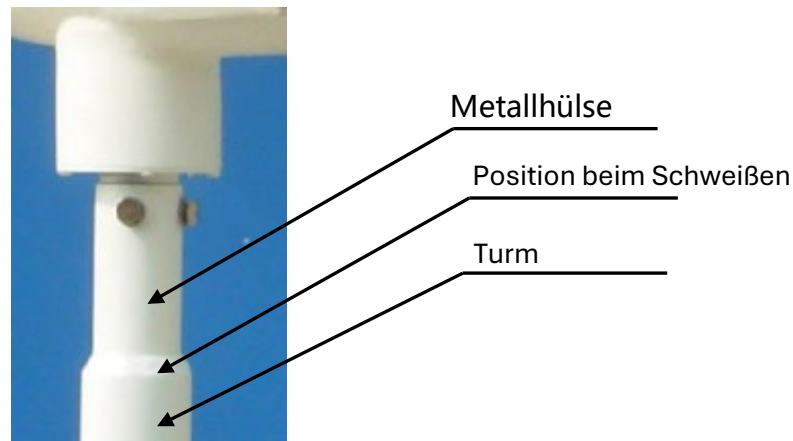

Abbildung 2
3. Setzen Sie den Turbinenkopf in das Turmrohr ein (siehe Abbildung 2)